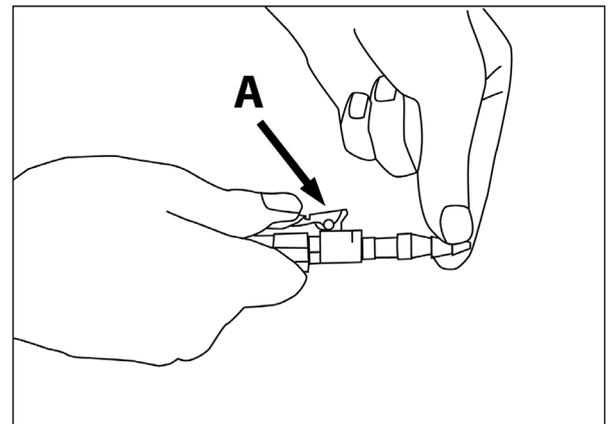

Рис.16.
- Нажав на язычок **А**, вставьте переходное устройство в шланг (рис. 16).
Утопите переходное устройство в шланге, как показано на рис. 16, и отпустите язычок **А**. Чтобы зафиксировать переходное устройство в нужном положении, слегка поверните его вокруг своей оси по часовой стрелке.